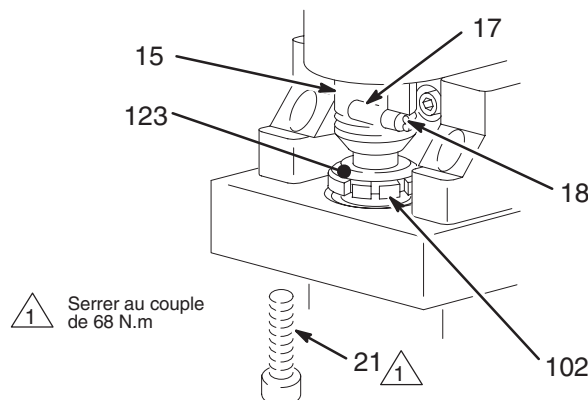

Fig. 19
- a. Enlever la goupille de la tige de liaison de la pompe (17). Voir Fig. 19, page 22.
11. **Roder les balais.** Mettre en route l'appareil et le faire tourner à vide pendant au moins une heure. Réaccoupler le bas de pompe. Voir Fig. 19, page 22.
Veiller à ce que le ressort de retenue (18) soit bien installé dans la gorge de la tige de connexion tout autour de celle-ci pour éviter que la goupille (17) ne s'échappe en raison des vibrations. Voir Fig. 19.